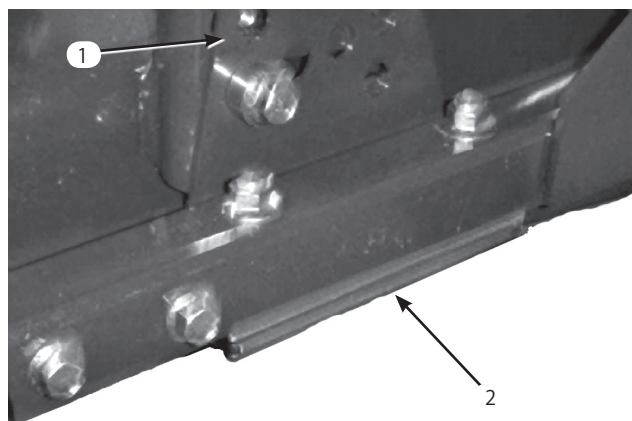

図12
1. 刈り高ブラケット（前、左、右のうち1つ）をデッキのフレームから外す（図12）。
2. デッキのフレームとブラケットとの間に  $1.5\text{mm}$  または  $0.76\text{mm}$  のシムを入れて調整する（図12）。